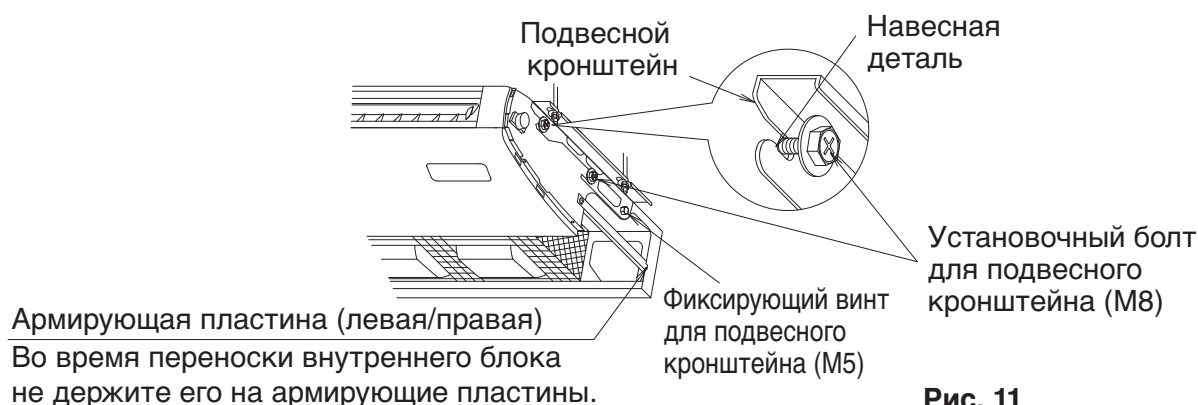

Рис. 11
- (2) Поднимите внутренний блок. Навесьте его, продвинув вперед, и вставьте подвесной установочный болт (M8) для временного фиксирования блока. **(См. рис. 11)**
- (3) Затяните винты (M5), крепящие кронштейн, в двух местах, там, где они были ослаблены. **(См. рис. 11)**
- (4) Затяните болты (M8), крепящие подвесной кронштейн, в 4 местах. **(См. рис. 11)**